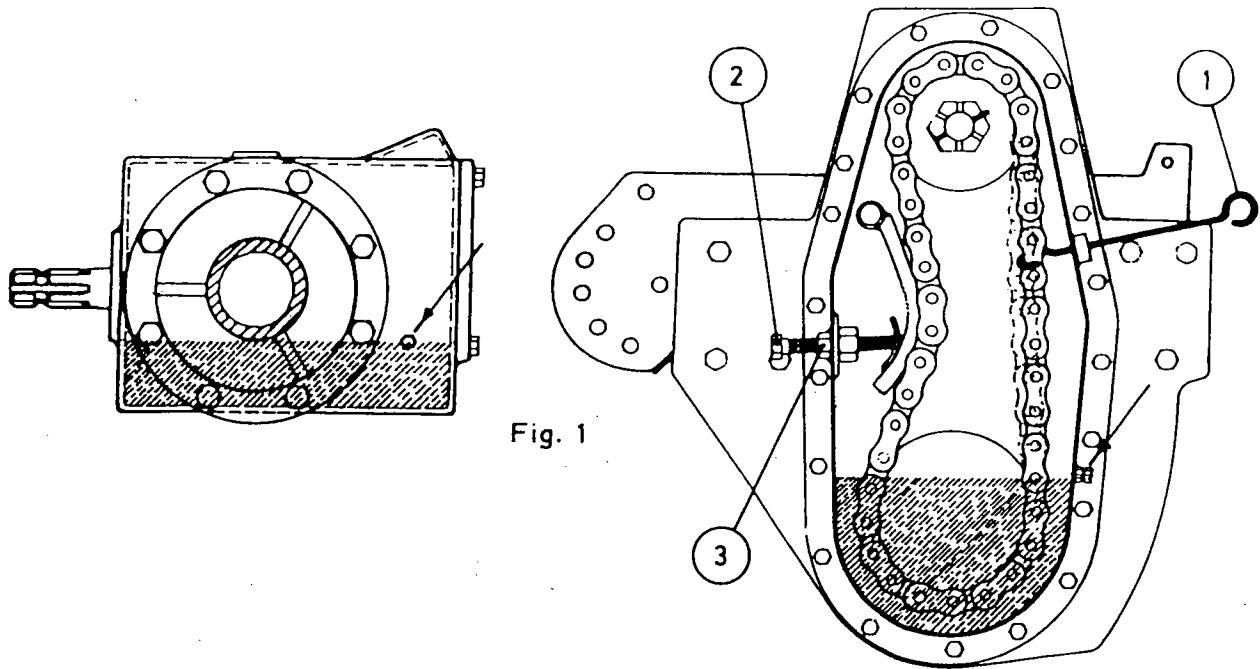

Fig. 1
- 7.- Previo pisado del embrague del tractor para que la maquina no funcione o manteniendo la palanca de conexión (de la que luego se habla) en punto muerto, se elevará suavemente el alzamiento hidráulico a fin de comprobar si el cardan queda en posición correcta. Le recomendamos que para una buena conservación del cardan deje una holgura de 5 cm. cuando el AGRATOR esta en posición de trabajo. Fig. 1 Si no se logra, como queda dicho, deberá corregirse la posición de la maquina, accionando el husillo del tercer punto a la situación que requiera.
Estos datos se toman con la maquina trabajando a una profundidad media. Fig. 1.